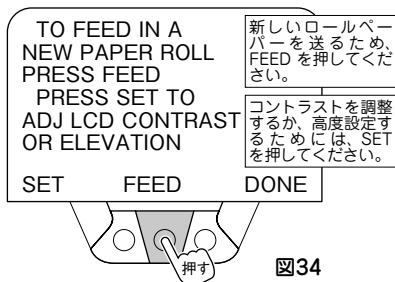

図 34
- ② 図 34 の画面が表示されるので、"FEED" ボタンを選択してください。